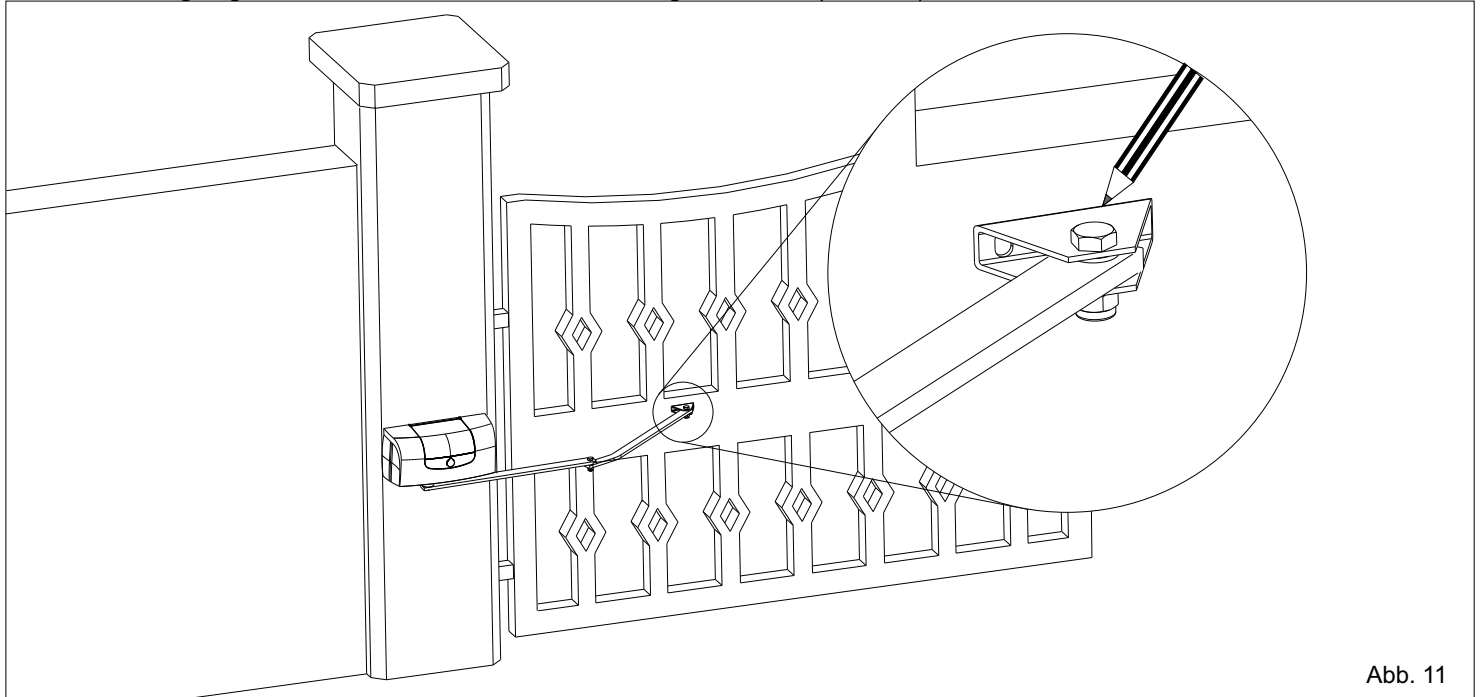
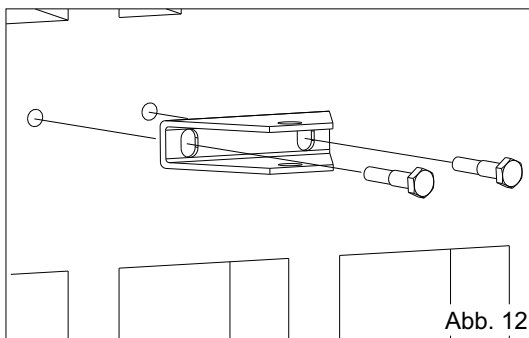

Abb. 11
Abb. 12
- Den Knickarm strecken (Abb. 11), die regulierbare Hinterbefestigung an das Tor halten und in der Mitte der zwei Ösen (siehe Masse in Abb. 5) markieren (Abb. 12).
- Auf dem Flügel eine Bohrung vornehmen und die Vorderbefestigung mit Schrauben (nicht mitgeliefert) befestigen (Abb. 12).